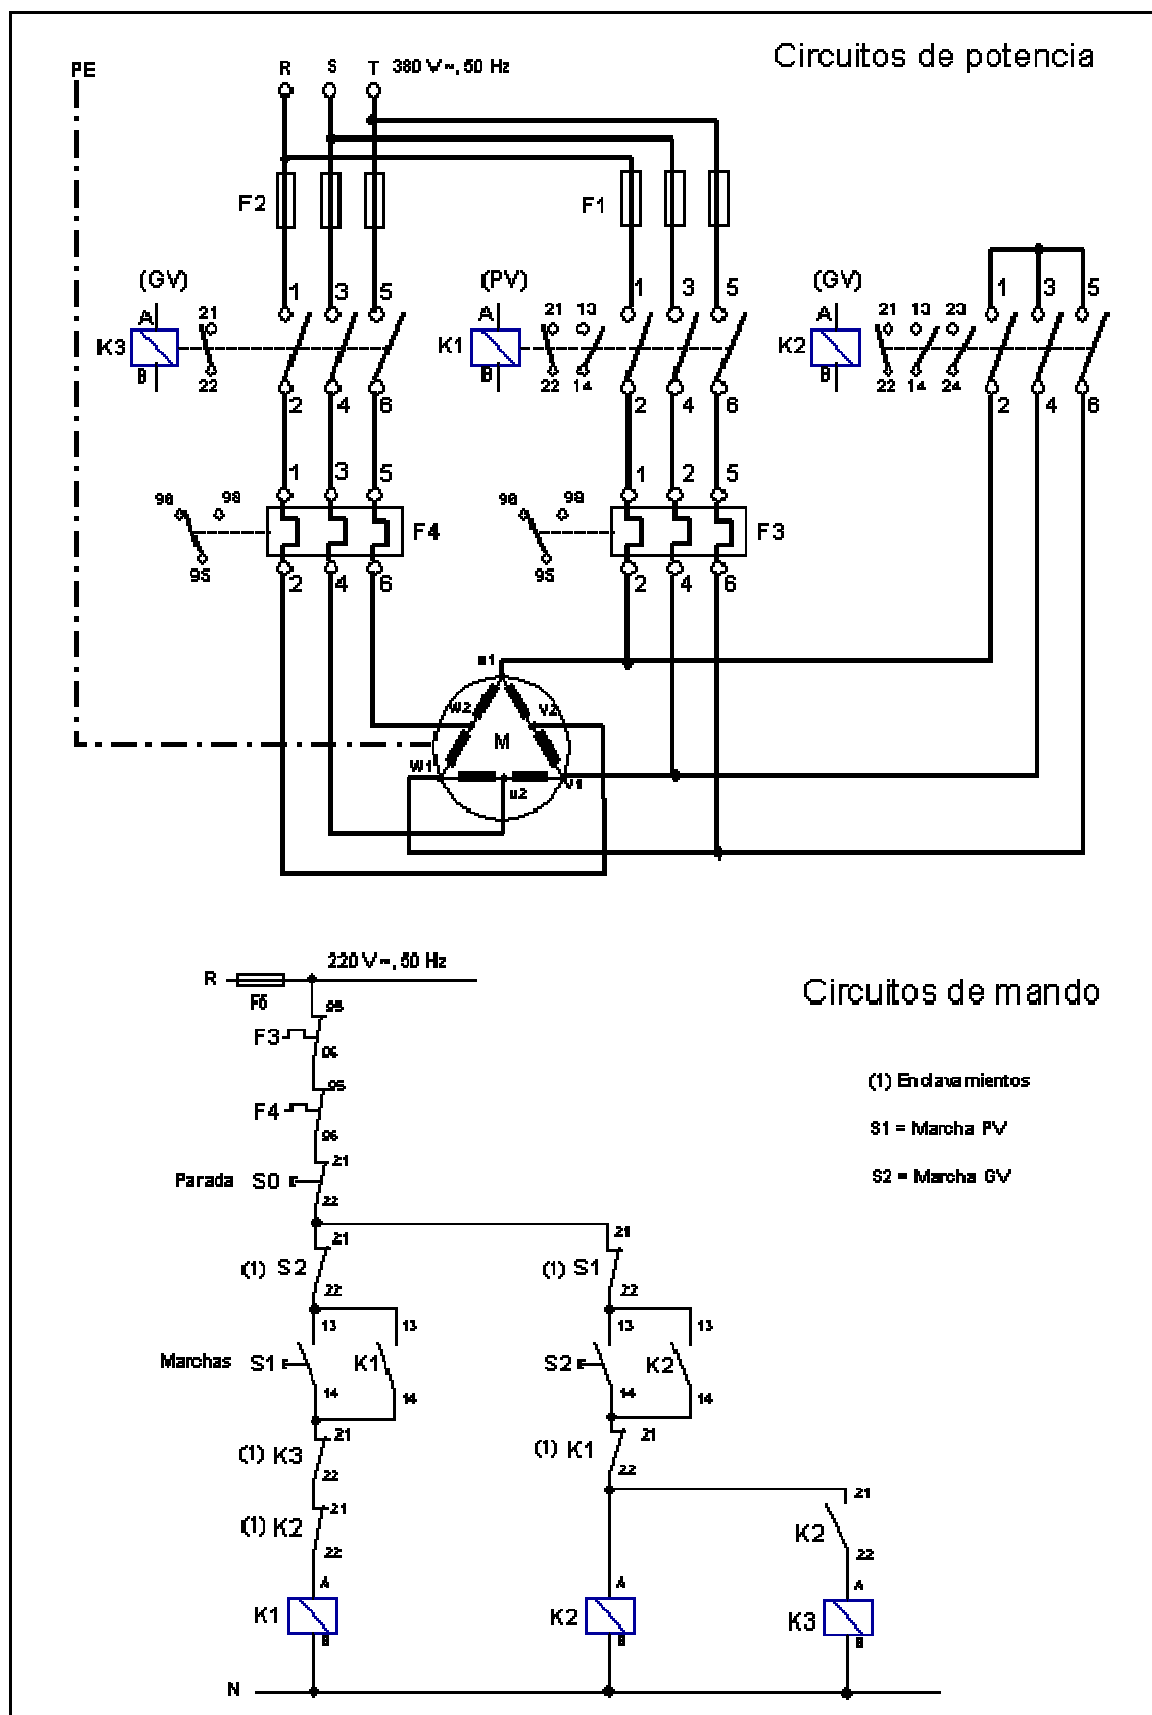

Figura 19.3.- Circuitos de potencia y mando, para arranque de un motor de polos conmutables, (conexión Dahlander)
19.3.- ARRANQUE DE UN MOTOR DE POLOS CONMUTABLES, DE DOS VELOCIDADES, SIN INVERSIÓN DE GIRO (Figura 19.3)